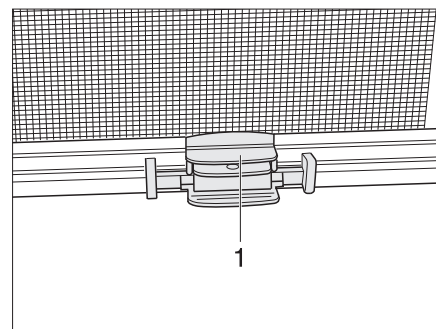

Bild 34 Rollo
- Abschluss-Stab (Bild 34,1) des Insektenschutzrollos in der Mitte greifen und zum Abschluss-Stab des Verdunklungsrollos führen.
- Abschluss-Stab (Bild 34,1) des Insektenschutzrollos halten und Rastklinge betätigen.